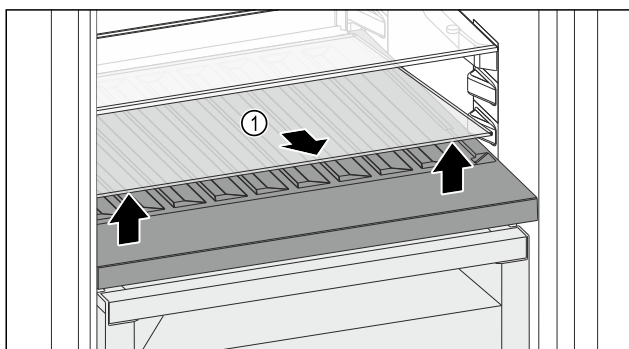

Fig. 165
- ▶ Glasplatte Fig. 165 (1) an der Aussparung vorne anheben und herausnehmen.
- ▶ Glasplatte Fig. 165 (1) außerhalb des Geräts sicher aufbewahren.
- ▶ Glasplatte (2) unter der variablen Flaschenablage einlegen.